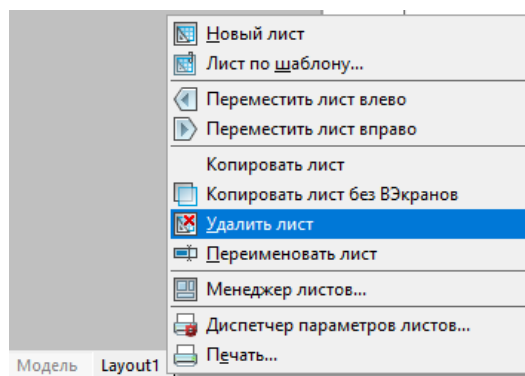

Рис. 1.1.2 Удаление стандартного листа
2. Удалим стандартный лист. Щелчком правой кнопкой мыши вызовем контекстное меню на вкладке Layout1 и выберем **Удалить лист** (рис.1.1.2)